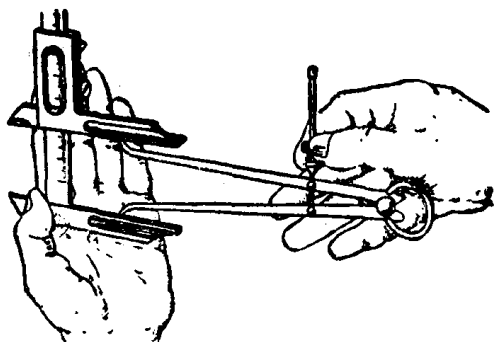

图17 用游标卡尺校准卡钳读数
(9) 在机器上测量运动着的工件是错误的，这样不仅会使量具受到严重的磨损，而且也容易发生事故。
(10) 如果要用游标卡尺来校准卡钳的尺寸，应当先将游标卡尺定置在所需要的尺寸上，然后把游标卡尺平放在手掌上以调准卡钳(图17)。